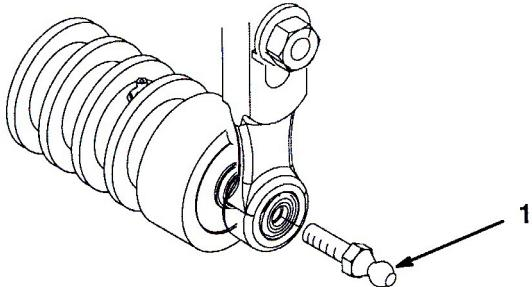

図 16
5. カッティングユニットの前ローラの左右両端にボールスタッドを取り付ける(図16)。